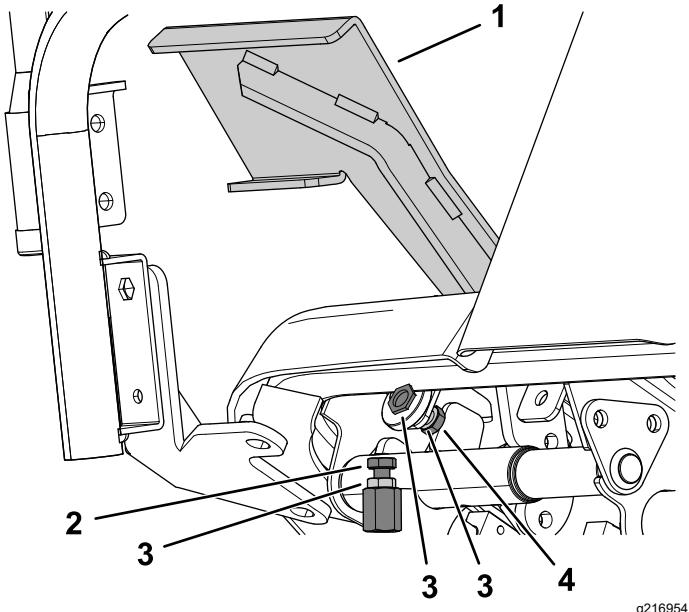

Рисунок 96
1. Переведите педаль управления тягой до упора вперед (Рисунок 96).
- Удерживая ключом упор переднего хода педали управления тягой, ослабьте контргайку на задней стороне кронштейна (Рисунок 96).
- Переведите педаль управления тягой в нужное положение (Рисунок 96).
- Отрегулируйте контргайку на задней стороне кронштейна так, чтобы упор касался педали управления тягой (Рисунок 96).